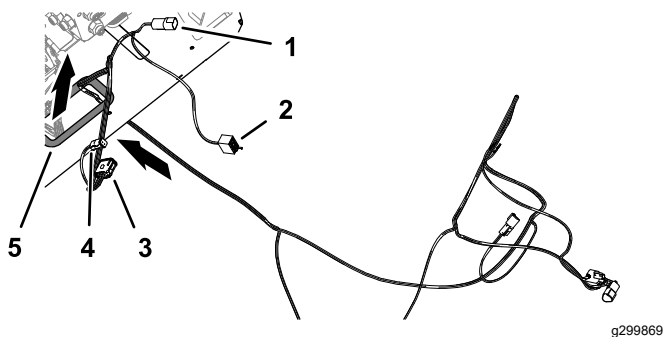

図 90
- マシンの前面で、次のラベルが付いているワイヤーハーネスコネクタ (図 90) をフロアプレートの底部に通します。